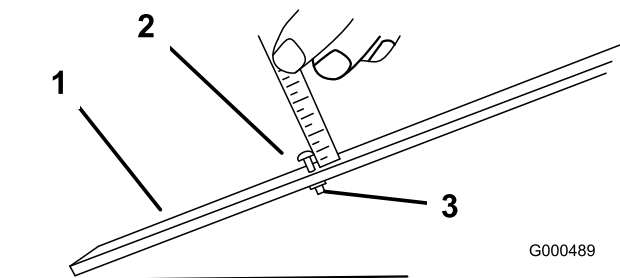

Figura 53
2. Allentate il dado sulla barra di misura (Figura 53) e posizionate la vite di regolazione